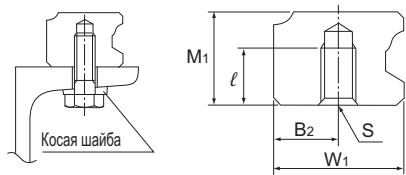

Рис.2
- (1) Подберите такую длину болта, чтобы между концом болта и дном отверстия остался зазор от 2 до 3 мм (эффективная глубина резьбы).
- (2) Как указано на Рис.2, доступна также косая шайба, с помощью которой модель GSR может быть установлена на стальном профиле.
- (3) Кодовое обозначение модели см. **А1-324** до **А1-325**.